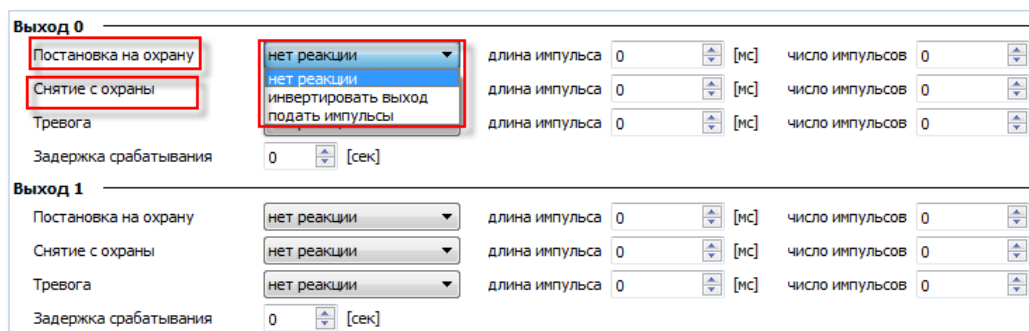

Рисунок 24. Настройка параметров поля «Выход»
2. Настройте параметры «Постановка на охрану» и «Снятие с охраны» одного из выходов в соответствии с Вашей задачей, выбрав нужное значение параметра (Рис. 24):